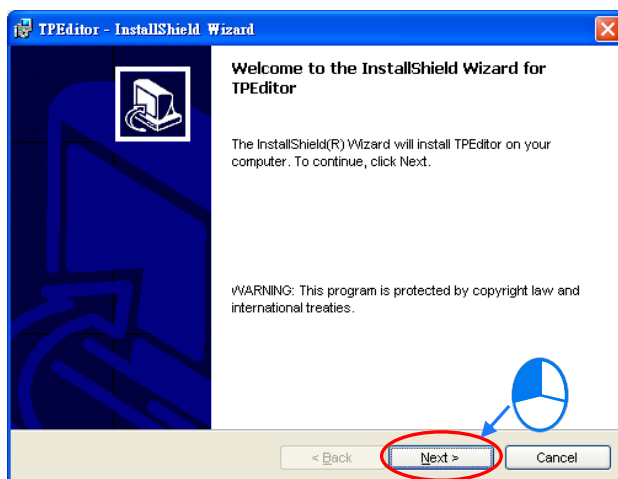

图 1-2 安装过程
- (4) 待安装窗口出现后，按下「**Next**」进行下一步。如图 1-2。